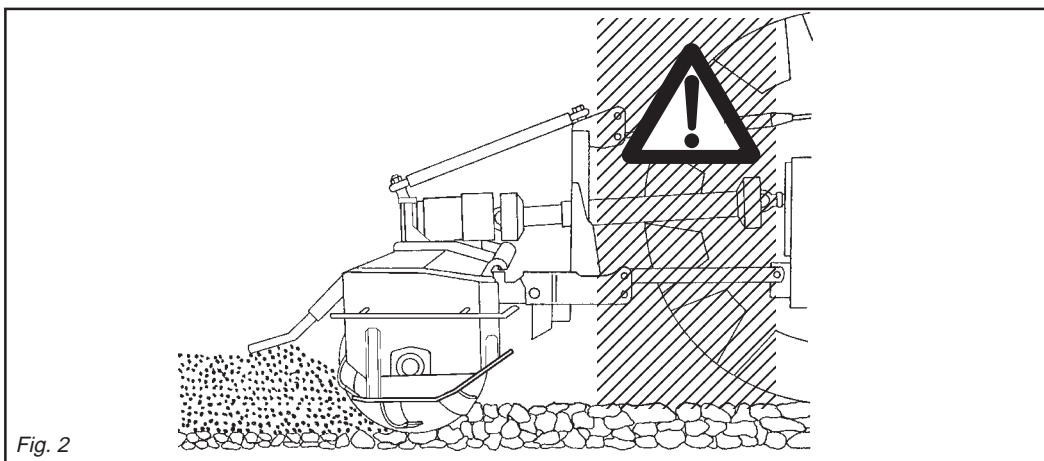

Fig. 2
- 24) *It is absolutely forbidden to stand between the tractor and the implement (Fig. 2) when the engine is running and the cardan shaft is engaged without having first engaged the hand brake and placed a block or stone under the wheels to prevent them from moving.*
- 24) Es ist absolut verboten, bei laufendem Motor und eingeschalteter Gelenkwelle zwischen den Schlepper und das Gerät zu treten (Abb. 2). Dazu muß die Feststellbremse gezogen werden und unter die Räder ein Bremskeil oder ein großer Stein gelegt worden sein.
- 24) *Il est absolument interdit de se mettre entre le tracteur et l'appareil (Fig. 2) quand le moteur est en marche et le cardan enclenché, sans avoir tiré le frein de stationnement et bloqué les roues avec une cale ou un caillou.*
- 24) Está terminantemente prohibido colocarse entre el tractor y el equipo (Fig. 2) con motor encendido y cardán inserido, o sin haber accionado el freno de estacionamiento y de colocar, debajo de las ruedas, una piedra u otro elemento de bloqueo.
- 28) È assolutamente vietato interpersi fra il trattore e l'attacco per manovrare il comando dall'esterno per il sollevamento (Fig. 2).
- 28) *It is absolutely forbidden to stand between the tractor and the implement when manoeuvring the lift control from the outside (Fig. 2).*
- 28) Es ist absolut verboten, zwischen den Schlepper und den Anschluß zu treten, um die Aushebung von außen zu betätigen (Abb. 2).
- 28) *Il est absolument interdit de se mettre entre le tracteur et l'attelage pour manoeuvrer la commande de relevage de l'extérieur (Fig. 2).*